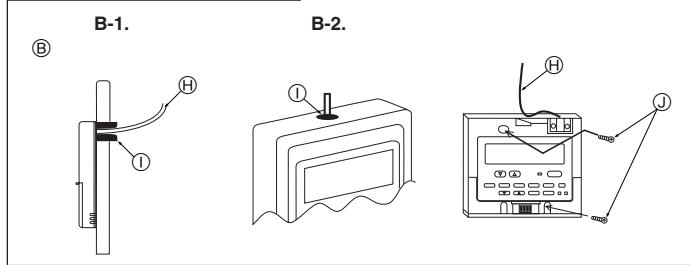

Fig. 7-3
(2) Selle la entrada del cable del control remoto con masilla para evitar que puedan entrar gotas de rocío, agua, cucarachas o gusanos. (Fig. 7-3)